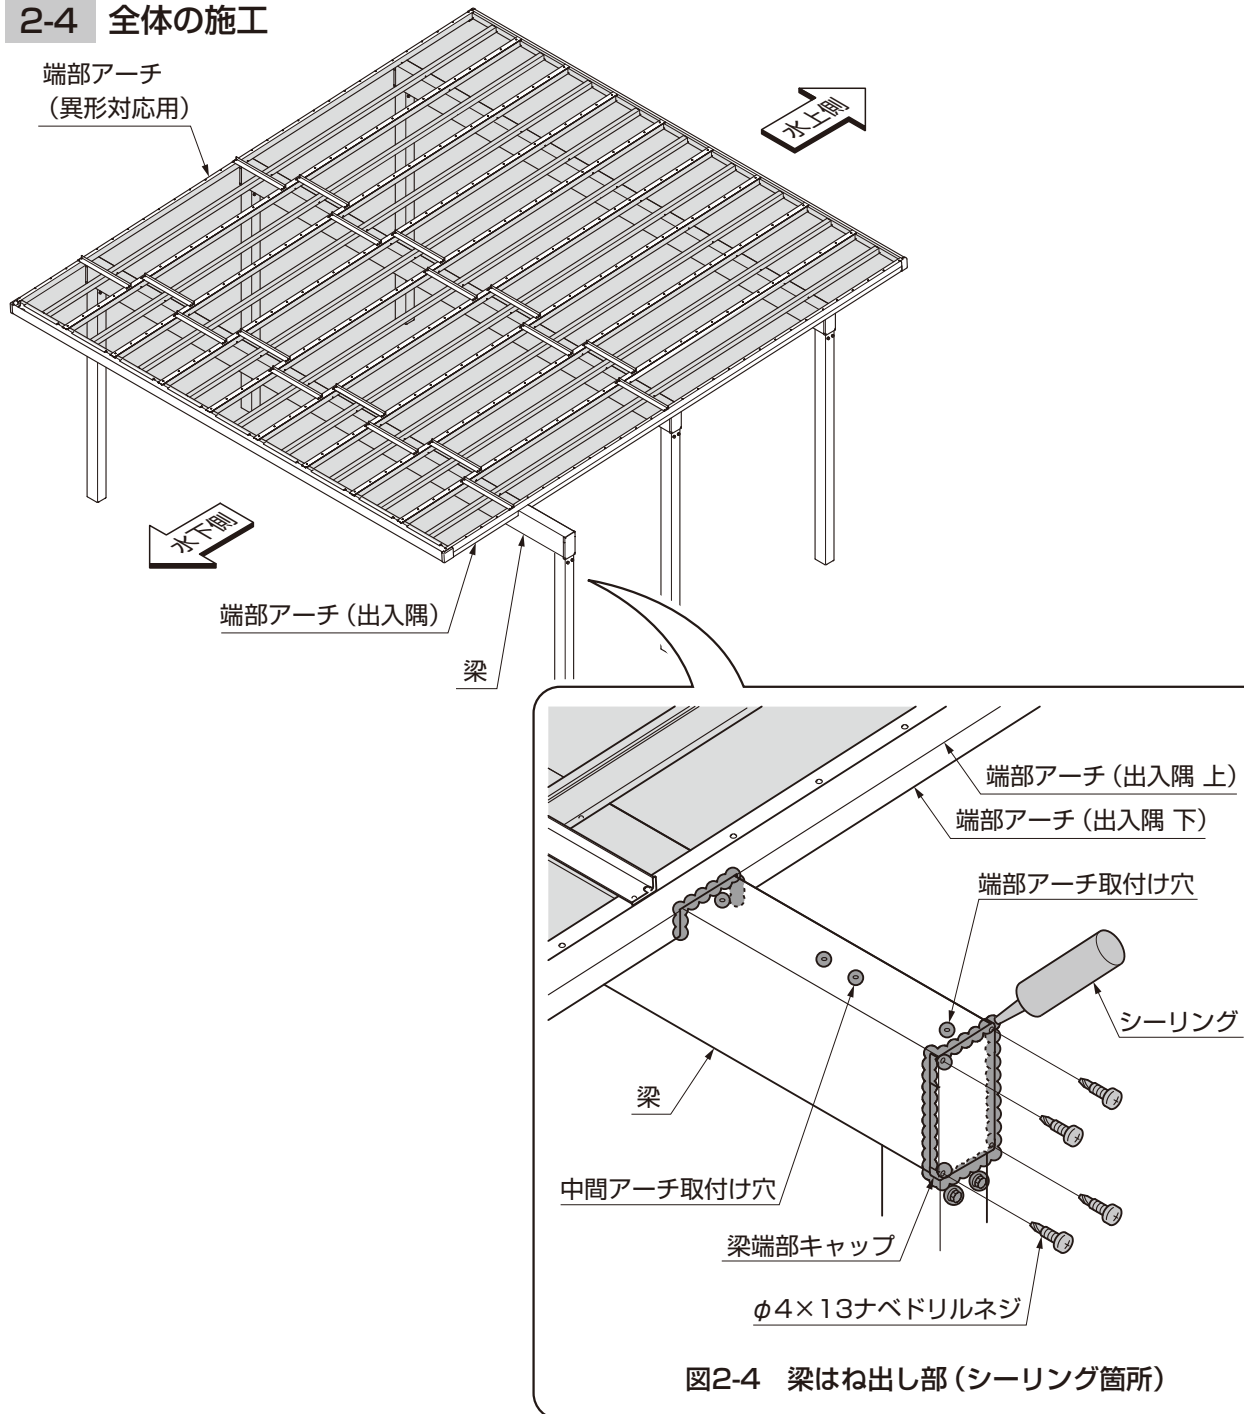

図2-4 梁はね出し部 (シーリング箇所)
② 梁はね出し部にシーリングをしてください。(図2-4参照)